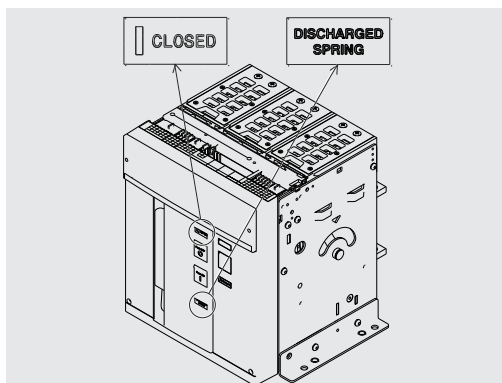

Рис. 26
5. Убедиться, что автоматический выключатель замкнут (соответствующий индикатор находится в положении «I - CLOSED») и что пружины включения находятся в разряженном состоянии (индикатор состояния пружин имеет вид «белый - DISCHARGED SPRING»), как показано на Рис. 26.